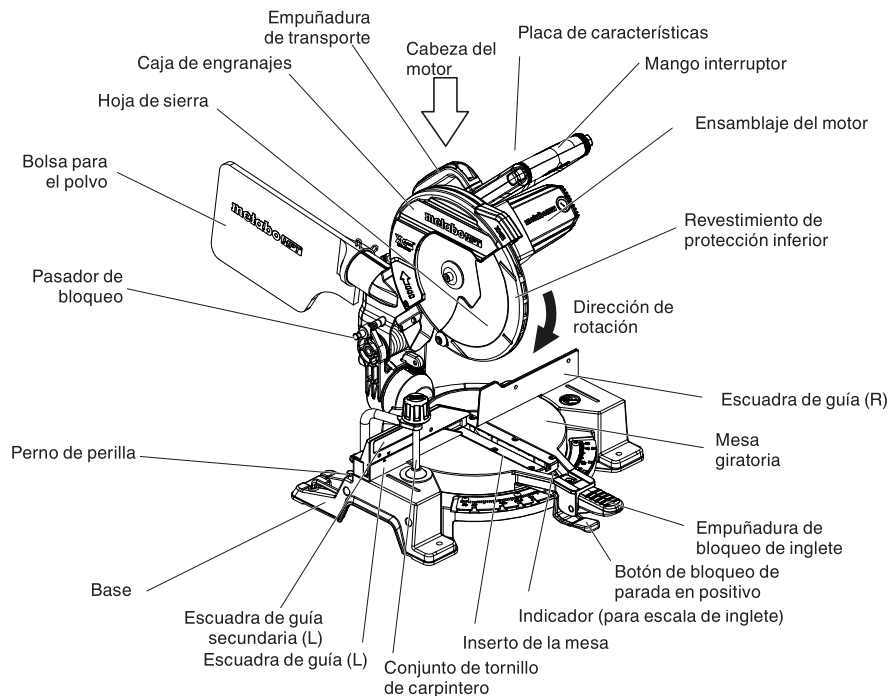
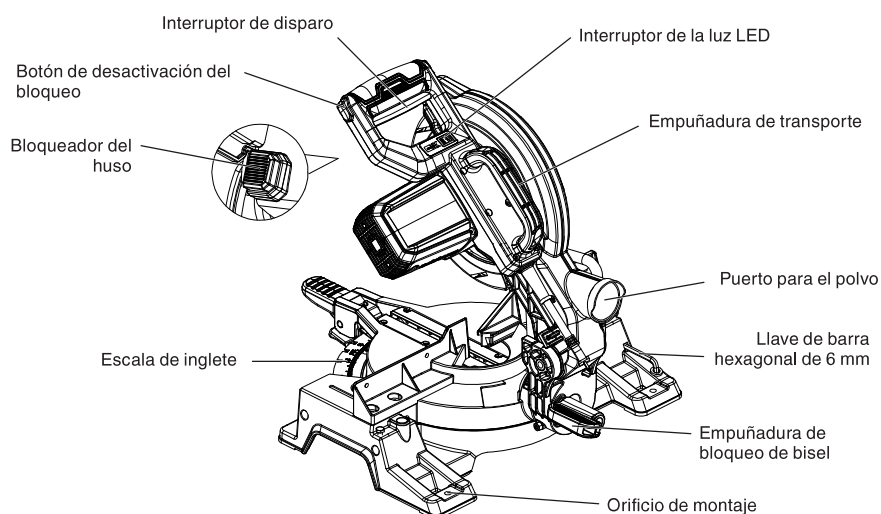

Fig. 2
Fig. 3
4. Instalación de la bolsa para el polvo y los tornillos de carpintero. Fije la bolsa para el polvo y el conjunto de tornillo de carpintero como se indica en la Fig. 2 y Fig. 3.
Tenga presente la reacción del cabezal del motor (Fig. 2) cuando se active freno. El frenado ocasiona que el cabezal del motor se mueva bruscamente hacia abajo y el usuario debe estar preparado para esta reacción, especialmente cuando se libera el interruptor de activación antes de que baje por completo la cuchilla. De no estar familiarizado ni preparado para su utilización, las características operacionales de la herramienta podrían ocasionar lesiones severas.